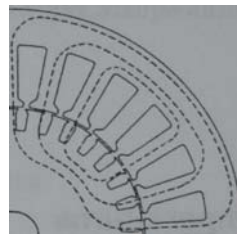

Fig. 3
6. Considerando la Fig.3 se tiene que la FMM eficaz por polo y la corriente de magnetización vienen dadas por las expresiones que siguen ¿Cual es su significado físico? ¿Cuál la información de diseño? (1 ptos)